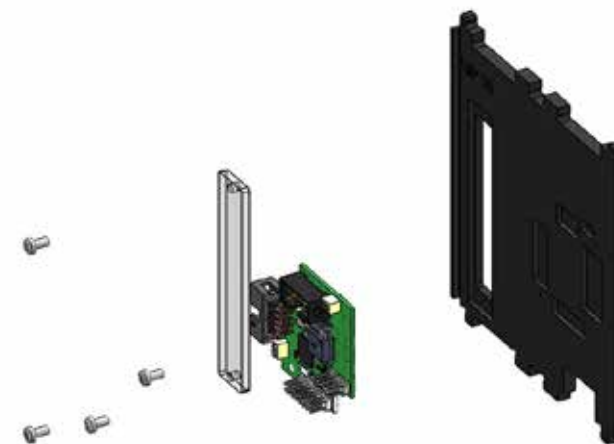

Рисунок 63. Установка платы УДМ на боковую стенку
3) К боковой стенке прикрепить прозрачную панель и третью плату маховика, используя винты с цилиндрической головкой M3x6 (рисунок 63):